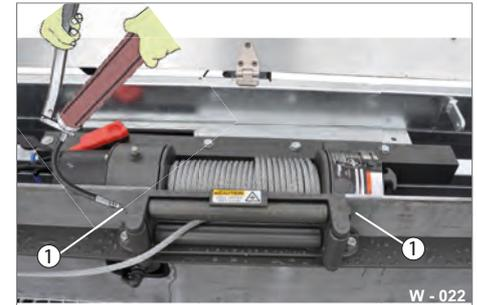

Abb. 26 Beispiel: Einweisungsrollen schmieren
- ▶ Mit einer Fettpresse die Einweisungsrollen an den Schmiernippeln (Abb. 26/1) bis zum Fettaustritt abschmieren.